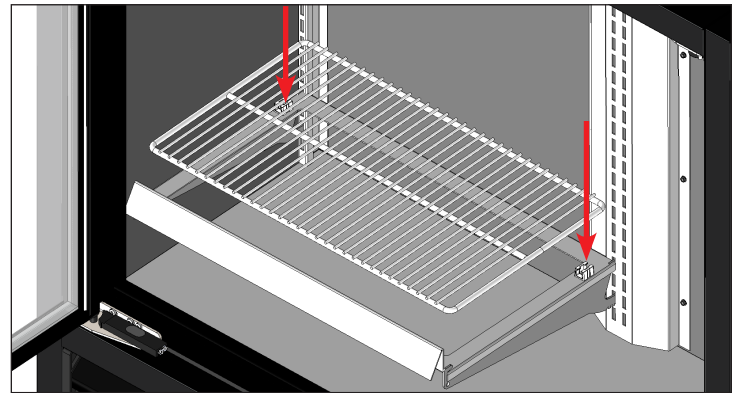
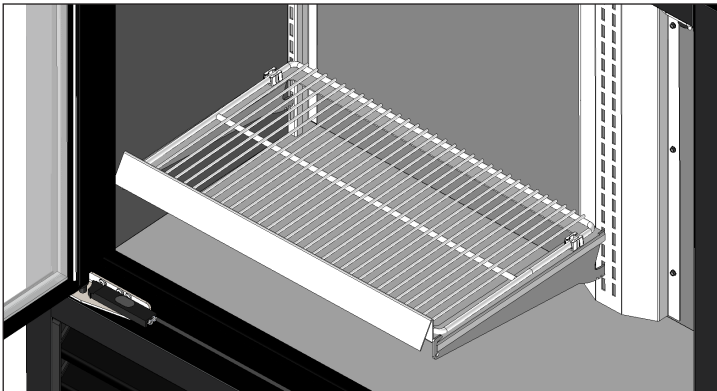

Abb. 16. Rasten Sie den Drahteinschub in die Clips ein.
Abb. 17. Montierter Draht-Kragarmeinschub.
7. Rasten Sie den Drahteinschub in die Halteclips für den Einschubboden ein. Siehe Abb. 16 und Abb. 17.